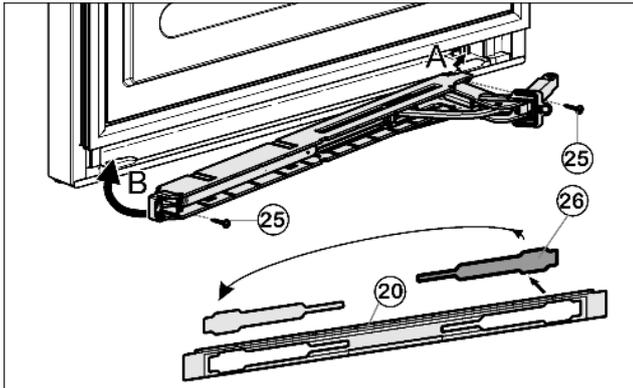

Fig. 15
- ▶ Staccare la copertura Fig. 15 (26) dal pannello Fig. 15 (20) e inserirla sull'altro lato.
- ▶ Agganciare l'unità dell'ammortizzatore di chiusura con lo snodo rivolto verso il lato cerniera (A) e orientarla verso l'interno (B).
- ▶ Avvitare l'unità dell'ammortizzatore di chiusura (2 x Torx 15) Fig. 15 (25).